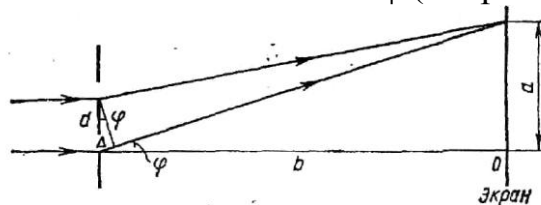

рис.18
где Δ - разность хода волн; λ - длина световой волны; k - номер максимума. Центральный максимум называют нулевым; для него $\Delta = 0$. Слева и справа от него располагаются максимумы высших порядков. Условие возникновения максимума (1) можно записать иначе: $k\lambda = d \sin \varphi$ (см. рис.18)